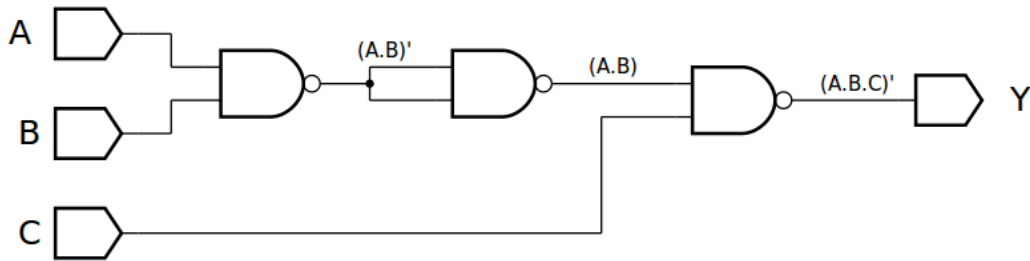
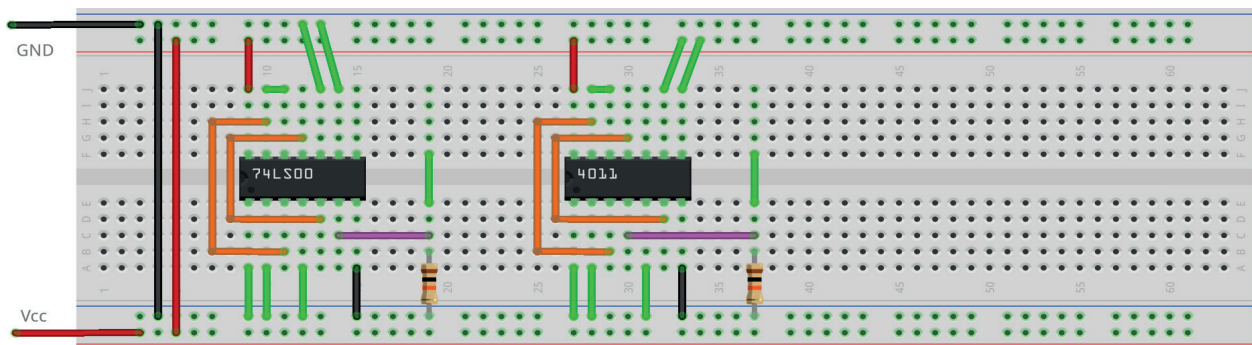
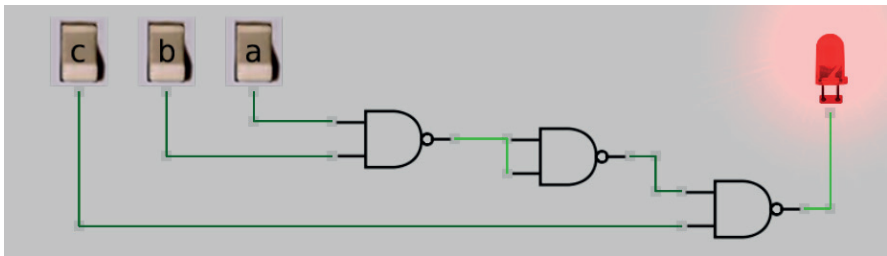
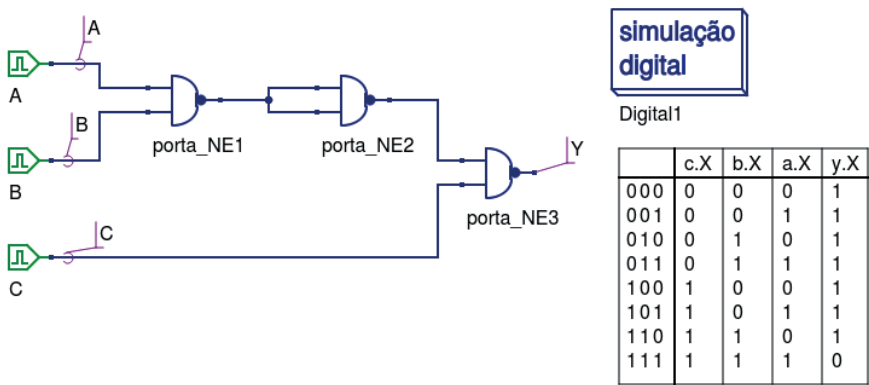

Figura 3.22 – Diagrama esquemático.
Figura 3.23 – Placa de montagem com componentes.
Figura 3.24 – Simulação da porta NE com 3 entradas no Atanua.
Figura 3.25 – Simulação da porta NE de 3 entradas no Qucs.
1. Monte o circuito da figura 3.22, conforme mostrado na figura 3.23, na placa de montagem.
- d) Conecte os fios verdes. Os fios verdes estão conectados ao terra e portanto fornecendo valor lógico (0) às entradas de todas as portas do CI.
- 8. Simule, no computador, o circuito da figura 3.22 utilizando os programas SmartSim e Atanua (figura 3.24) e Qucs (figura 3.25). Compare os resultados com a tabela 3.8.